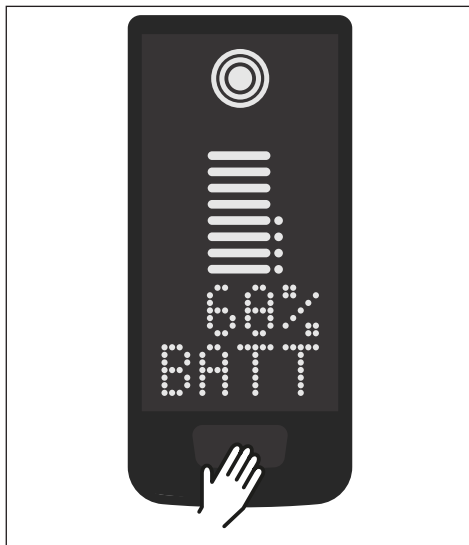

Fig. 3: Bedieningstoets op het Display
- ▶ Schakel de aandrijving in door **kort** op de bedieningsknop op het Display te drukken (zie Fig. 3).
- ▶ Schakel de aandrijving uit door **lang** te drukken (>3 s) op de bedieningsknop op het Display (zie Fig. 3).